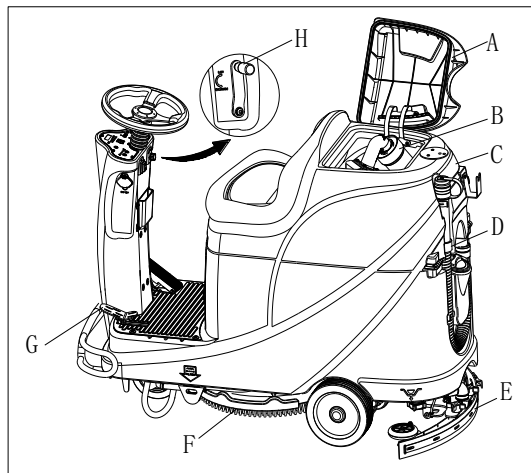

Figura 13
Un sistema di spegnimento automatico a galleggiante (B, Figura 13) blocca il sistema di aspirazione di recupero quando il serbatoio dell'acqua di recupero (C) è pieno. La disattivazione del sistema di aspirazione è segnalata da un improvviso aumento della frequenza di rumore del motore di aspirazione, inoltre il pavimento non viene asciugato.
Quando il serbatoio di recupero dell'acqua (C, Figura 13) è pieno, svuotarlo seguendo la seguente procedura.